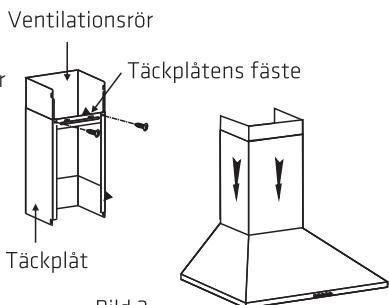

Bild 3
4. Fäst täckplåtens fäste på täckplåten, och se till att ventilationsrörrets höjd inuti täckplåten kan justeras fritt liksom fästet av expansionsröret. Installera expansionsröret och täckplåten efteråt på fläktkåpan. Se bild 3.